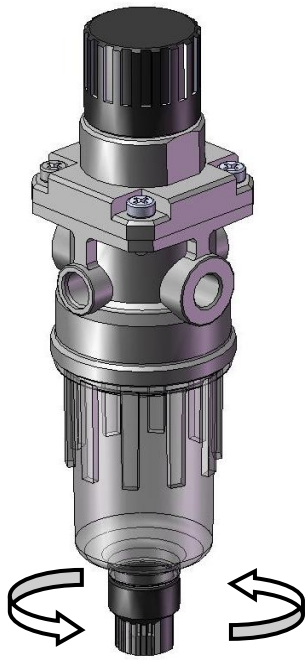

Рисунок 8.5.1.
- клапан фильтра повернуть согласно Рисунок 8.5.1.